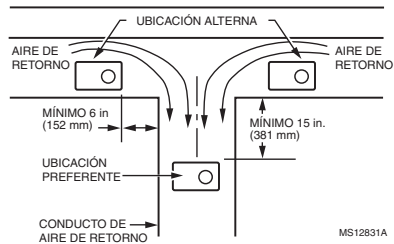

Fig. 3. Elección de la ubicación del conducto para el humidistato.
El humidistato deberá estar montado por encima del humidificador o del conducto de derivación para lograr que detecte adecuadamente la humedad relativa del espacio habitable. Ubique el control al menos 8 in (203 mm) por encima del humidificador en el conducto de aire de retorno. (Consulte la Fig. 3.)
2. Aplique la plantilla al conducto de retorno (consulte la Fig. 3). Compruebe que la plantilla esté nivelada antes de perforar los agujeros. (Se recomienda el uso de un nivel pequeño).